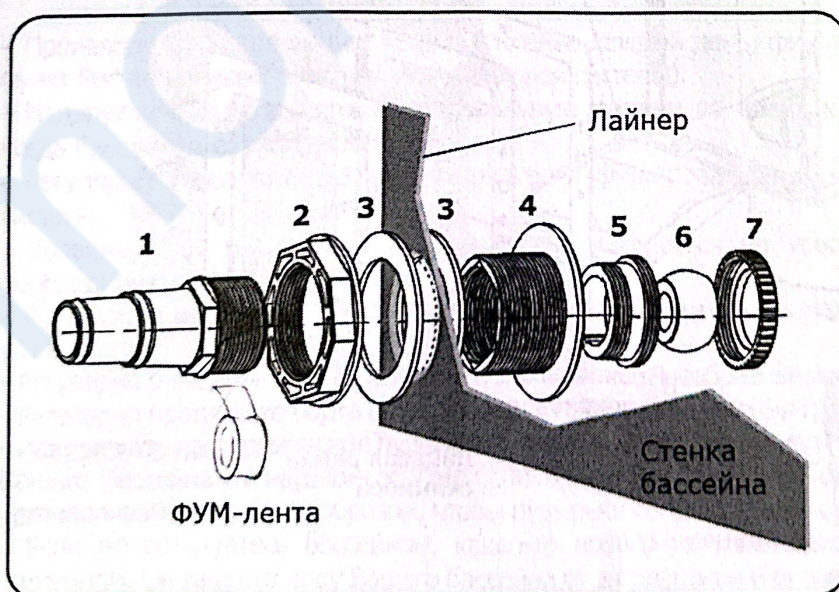

Рис.18
Установка возвратной форсунки. Разберите форсунку, если она собрана. Открутите штуцер от форсунки. Открутите гайку крепления форсунки и снимите одну силиконовую прокладку (Рис.18).
5. Выкрутите гайку крепления сопла форсунки, достаньте сопло форсунки, и выкрутите корпус сопла (см. пункт Установка форсунки этой инструкции, Рис.18).